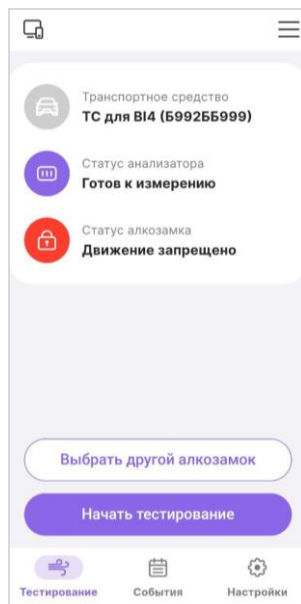

Рис.18
2.4.4.2.6 Экран МПО с установленным подключением к алкозамку выглядит следующим образом (Рис.18). Для выбора другого алкозамка необходимо нажать кнопку «Выбрать другой алкозамок».